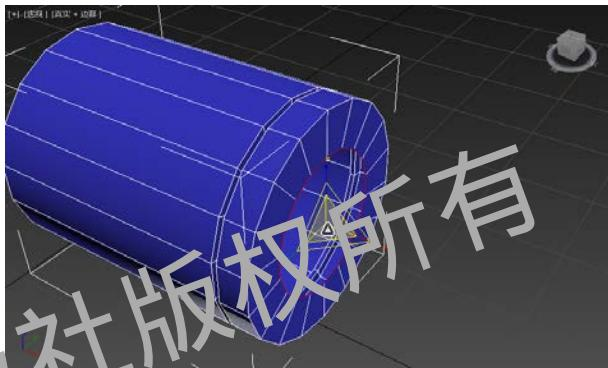

图 3-1-8 创建面
**STEP 08** 按住【Shift】键并使用【选择并缩放】工具，向内缩放，生成多边形，以创建面，如图 3-1-8 所示。